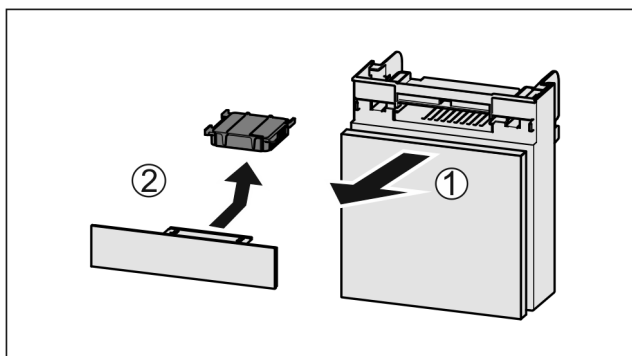

Fig. 116
- Wyciągnąć Fig. 116 (1) komorę do przodu.
- Wyjąć Fig. 116 (2) filtr z węglem aktywowanym.